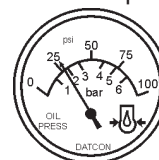

Figure 49. Jauge de pression d'huile
10. La jauge de pression d'huile du moteur (Figure 49) indique la pression de l'huile du moteur. Dans des conditions normales de fonctionnement la pression d'huile est d'environ 42 à 71 psi. (290~490 kPa).